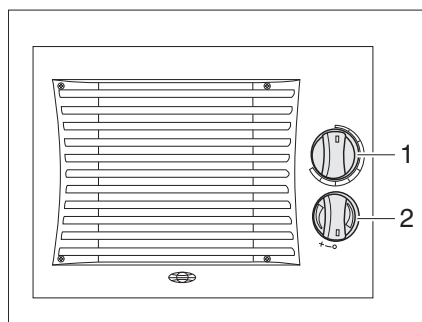

Fig. 173 Boutons de commande d'échangeur de chaleur supplémentaire
- Tourner le bouton tournant (Fig. 173,1) du régulateur de débit jusqu'à la position souhaitée. Le circuit d'eau est ouvert.
- Tourner l'interrupteur (Fig. 173,2) du ventilateur à air pulsé dans le sens des aiguilles d'une montre.
- Tourner l'interrupteur de soufflerie (Fig. 173,2) sur "O".
- Tourner entièrement le bouton tournant (Fig. 173,1) du régulateur de débit dans le sens inverse.